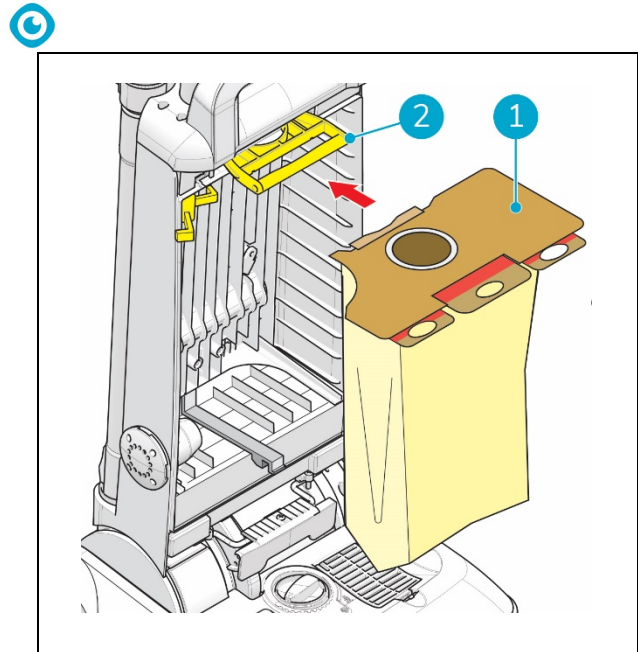

Figura 13
7. Desliza el aro de cartón (Figura 13, pos. 1) de la bolsa para el polvo en las ranuras para insertar la bolsa para el polvo por completo.
8. Presiona el asa (Figura 13, pos. 2) hacia dentro hasta que se bloquee.